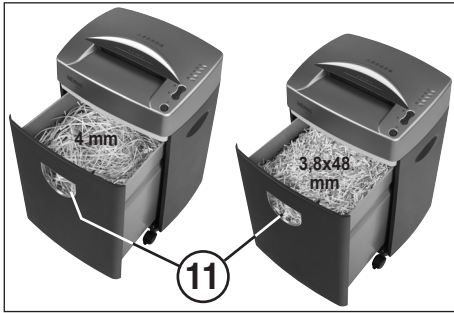

fig. 3
INDICACIÓN DE NIVEL DE LLENADO DEL RECIPIENTE DE RECOGIDA (fig. 3):
El recipiente de recogida tiene que ser vaciado cuando el material desmenuzado pueda ser visto por la ventana de control del nivel de llenado (11) (fig. 3).
VACIADO DEL RECIPIENTE DE RECOGIDA (Fig. 3):